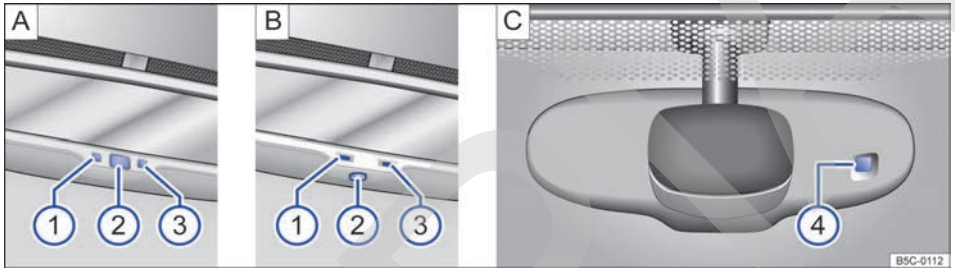

Fig. 88 En el parabrisas: retrovisor interior antideslumbrante automático.
La función antideslumbrante automática se puede activar y desactivar pulsando el botón del retrovisor interior → fig. 88 A ② o B ②. Cuando está activada, se enciende el testigo de control → fig. 88 A ① o B ①.